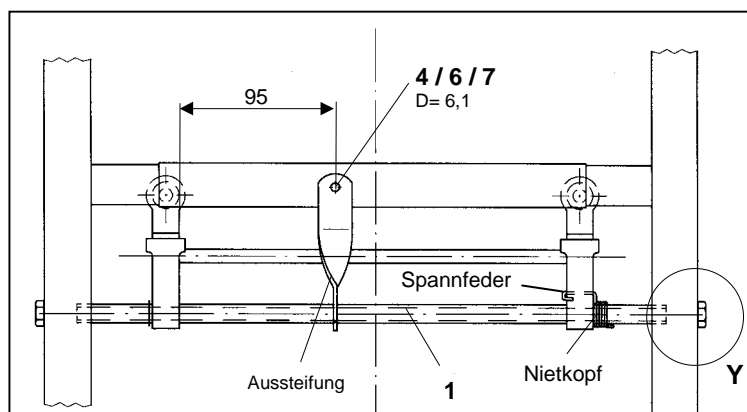

Abb. 3
- 2.3 Die Aussteifung an der Sprosse anlegen und mit $\varnothing 6,1$ mm Bohrer bohren. Mit der Schraube (Pos.4), Scheibe (Pos. 6) und Mutter (Pos.7) montieren (siehe Abb.3).